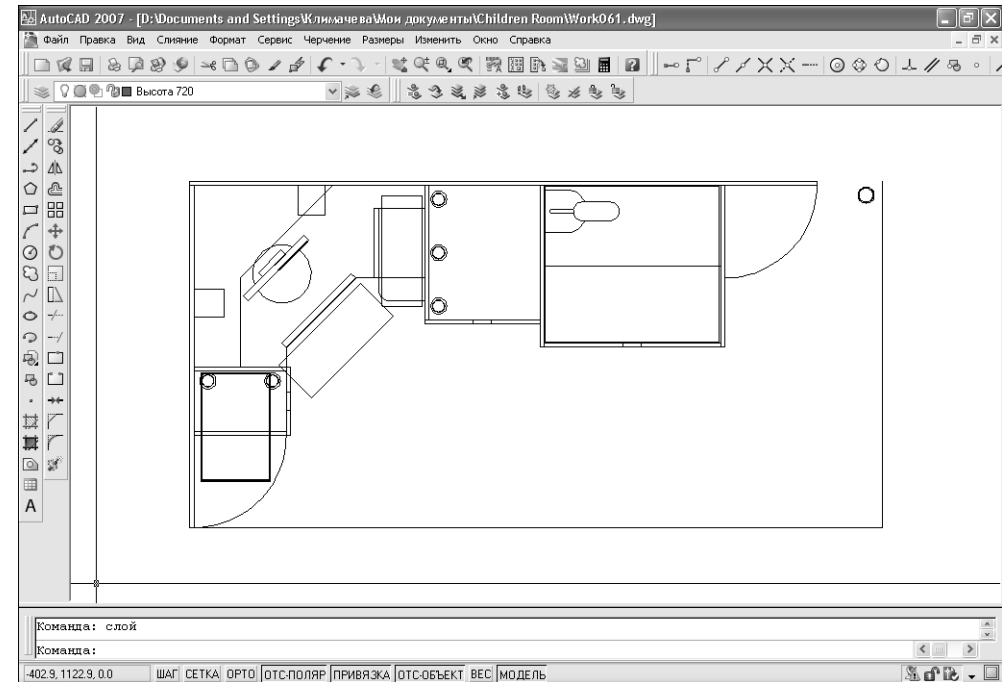

Рис. 6.11 ▼ Свойства текущего слоя **Высота 720** отображаются в списке слоев панели **Слои** (Layers)
3. В области черчения видимых изменений не произошло (рис. 6.11). Однако если вы посмотрите на раскрывающийся список слоев, расположенный на панели инструментов **Слои** (Layers) (см. рис. 6.2 и рис. 6.11), то заметите, что содержимое текущего элемента этого списка изменилось – вместо свойств слоя **0**, которые отображались в этом списке до открытия окна **Диспетчер свойств слоев** (Layer Properties Manager), теперь в нем отображаются свойства слоя **Высота 720**.